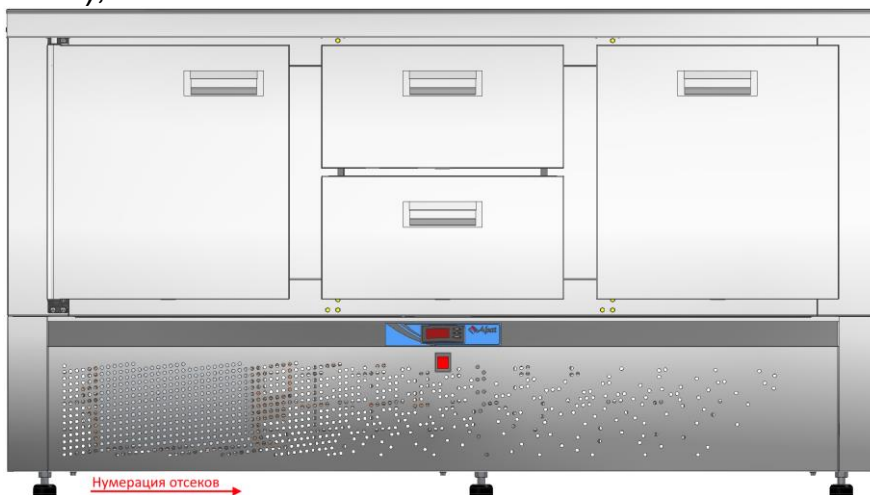

Рис. 3 СХН-60Н-02, СХН-70Н-02
- стол холодильный низкотемпературный с нижним расположением агрегата СХН-60Н-02 столешница нерж. 202 без борта (дверь, ящик 1/2, ящик 1) (см. рис. 3);